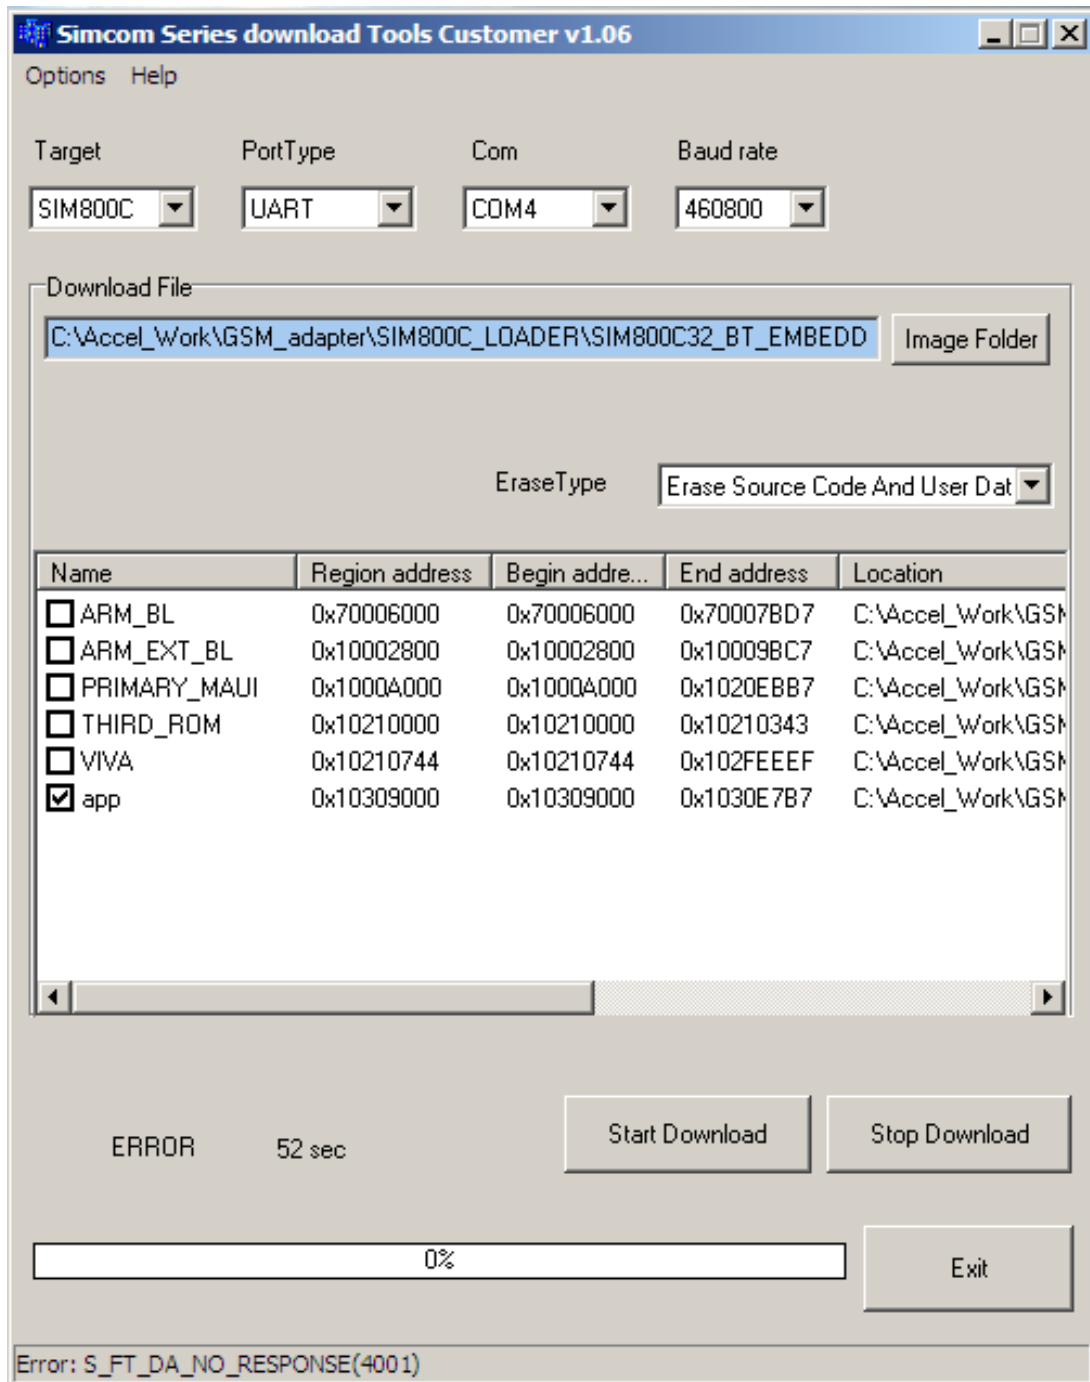

Рисунок 4. Окно программы «Simcom_Series_download_Tools_Customer.exe».
8.3. Изменение прошивки Модема выполняется с помощью утилиты «Simcom_Series_download_Tools_Customer.exe» (рисунок 4) и кабеля АИДВ.625.621.046-01. Программирование можно выполнить компьютера, на котором установлен драйвер FTDI.